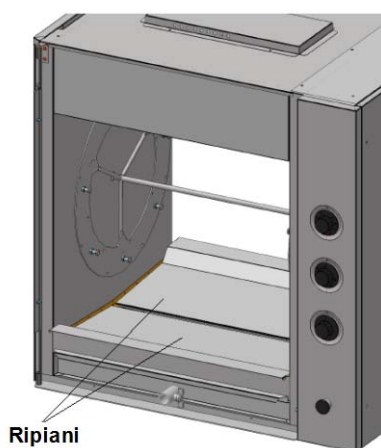

Figura 2.2
- Posizionare i ripiani nello scomparto del grill (v. figura 2.2).